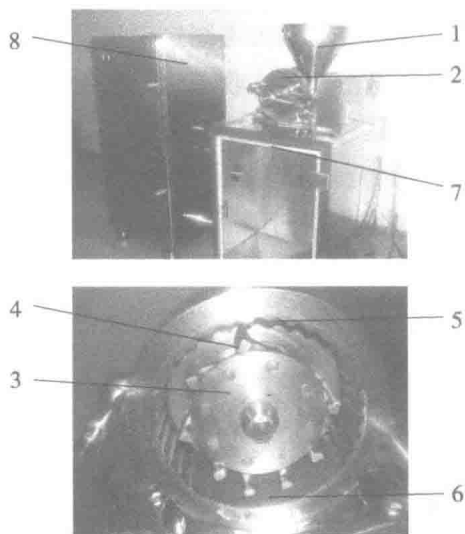

图 1-3 锤击式粉碎机
(2) 锤击式粉碎机。由加料斗、粉碎室、旋转主轴、T型锤、齿圈、筛板、产品排出口、除尘机组等组成。如图 1-3 所示。